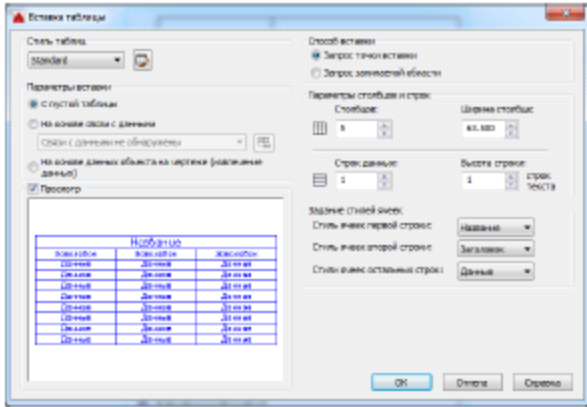

Рис. 8.
4. Вызовите из меню *Рисование*⇒*Таблица...* или с панели инструментов кнопка . Откроется окно Вставка таблицы (рис. 8).